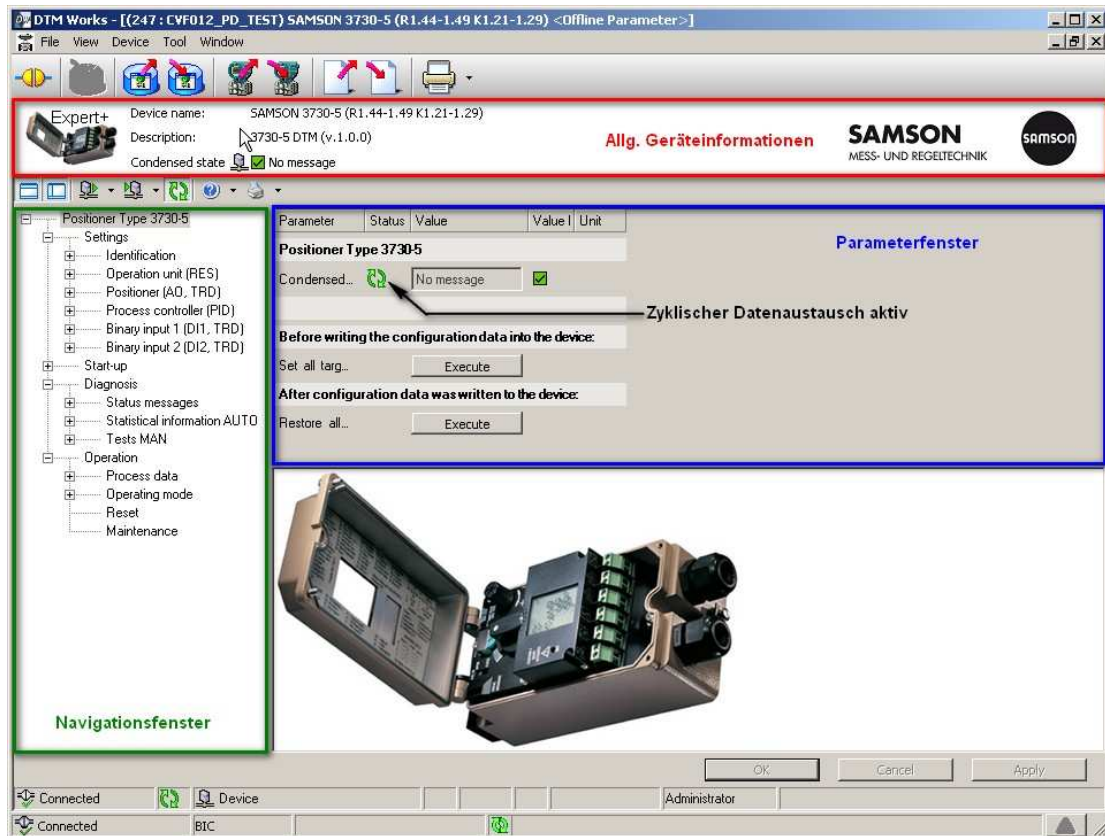

Abb. 6: Benutzeroberfläche des Stellungsregler DTMs
Der Aufbau des Stellungsregler DTM ist wie folgt aufgeteilt (siehe Abb. 6):
*Ist das zyklische Auslesen der Daten eingeschaltet, erscheint neben den Parametern im Feld Status Symbol, in dem sich die beiden Pfeile drehen (siehe Abb. 6). **Die Daten werden nur gelesen!***